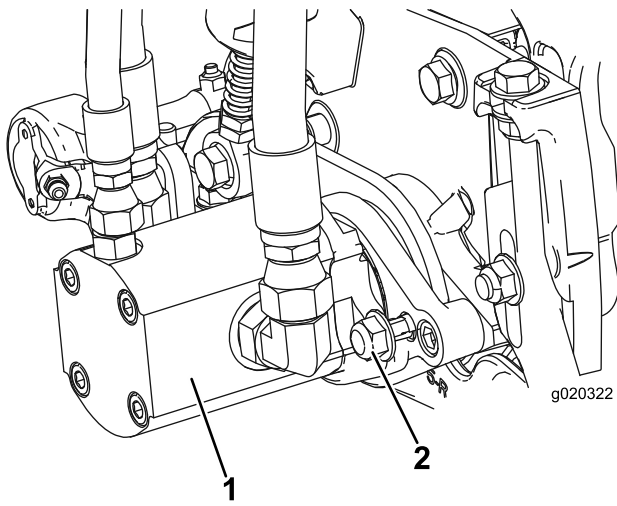

Bild 13
17. Montieren Sie den Motor; drehen Sie ihn nach rechts, damit die Motorflansche nicht die Sicherungsmuttern berühren (**Bild 13**). Drehen Sie den Motor nach links, bis die Flansche die Muttern umgeben. Ziehen Sie die Muttern dann an.